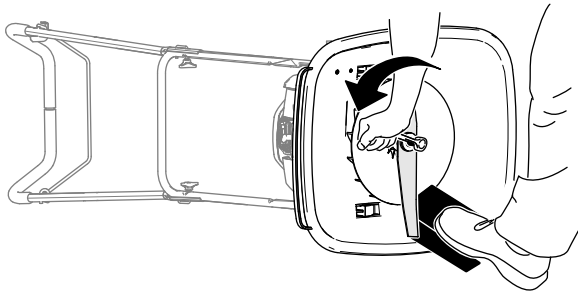

Figura 43
4. Usate un blocco di legno per tenere ferma la lama (Figura 43).